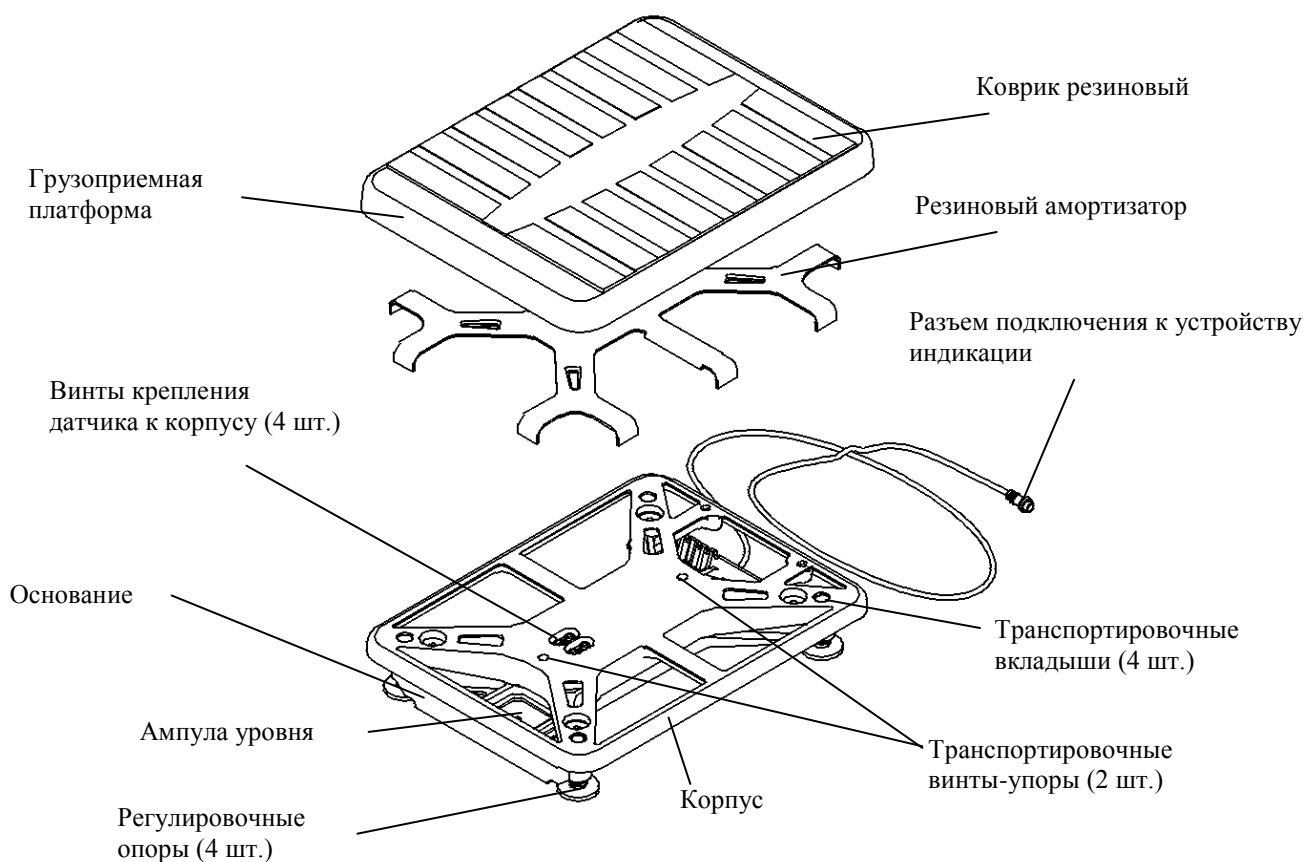

Рис. 5.2 - Весовая платформа
6.1.3 В весовой платформе (Рис. 5.2) вывернуть два транспортировочных винта-упора, вращая их только против часовой стрелки.